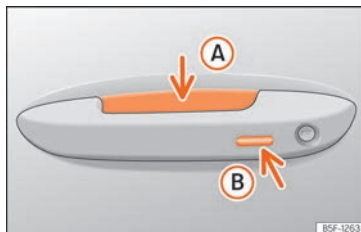

Fig. 77 Poignée de porte : surfaces sensibles.
» fig. 77
- Saisissez la poignée de l'une des portes avant. Lorsque vous touchez la surface sensible » fig. 77 A (flèche) de la poignée de porte, le véhicule se déverrouille.
- Appuyez *une fois* sur la surface sensible de verrouillage » fig. 77 B (flèche) de la poignée de porte de l'une des portes avant. La porte correspondante devra être fermée.
- Appuyez *une fois* sur la surface sensible » fig. 77 B (flèche) de la poignée de porte de l'une des portes avant. Le véhicule se verrouille avec le dispositif de sécurité Safe « Safe » » page 105. La porte correspondante devra être fermée.
- Appuyez *deux fois* sur la surface sensible » fig. 77 B (flèche) de la poignée de l'une des portes avant pour verrouiller le véhicule »
ducteur » fig. 77 . Ne saisissez pas la poignée de la portière sinon le véhicule ne se verrouillera pas. Il est également possible de procéder à la désactivation si le véhicule est verrouillé via la serrure de la porte du conducteur.
Pour **fermer à l'aide de la fonction confort** toutes les vitres électriques et le toit ouvrant, maintenez appuyé quelques secondes un doigt sur la surface sensible de verrouillage » fig. 77  (flèche) de la poignée de porte jusqu'à ce que les vitres et le toit se ferment.
Les surfaces sensibles des poignées de porte risquent d'être activées si elles reçoivent un jet d'eau ou de vapeur à haute pression si l'une de clés valides du véhicule se trouve dans la zone de proximité. Si au moins une glace à commande électrique est ouverte et que la surface sensible **>>> fig. 77**  (flèche) d'une des poignées est activée de manière permanente, toutes les glaces seront fermées.